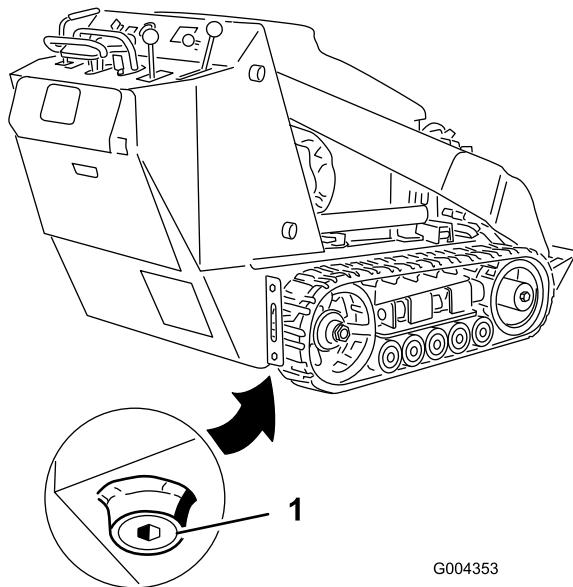

Рисунок 35
4. Снимите заглушку слива (Рисунок 35).